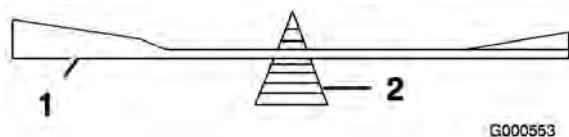

Figure 40
2. Vérifiez l'équilibre de la lame en la plaçant sur un équilibrEUR (Figure 40). Si la lame reste horizontale, elle est équilibrée et peut être utilisée. Si la lame est mal équilibrée, répétez la procédure d'affûtage du côté le plus lourd jusqu'à ce que la lame soit correctement équilibrée.